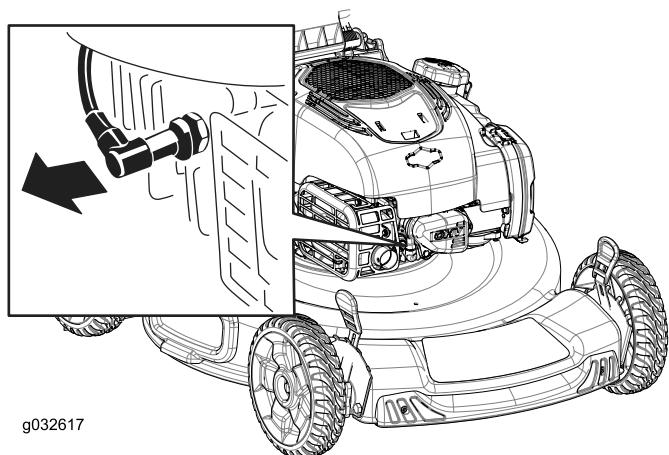

Рисунок 29
2. Отсоедините провод от свечи зажигания (Рисунок 29).